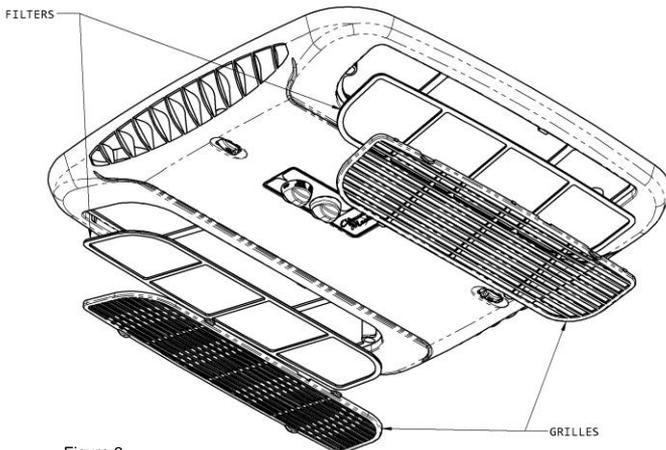

Figure 2
3. Réinstaller les filtres et les grilles dans le montage de plafond, comme illustré dans la figure 2, page 21.